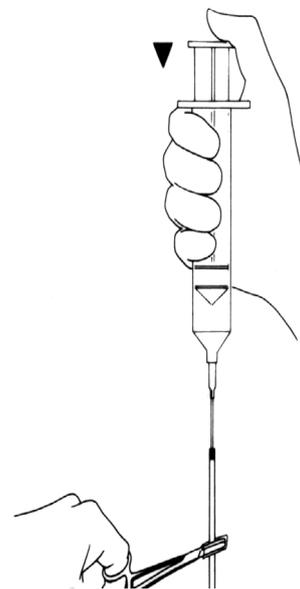

Abbildung 4-4b. Nadel in Schlauch einführen
6. Manschette je nach Größe mit 1 bis 5 ml der empfohlenen Fülllösung füllen (**Abbildung 4-4b**).